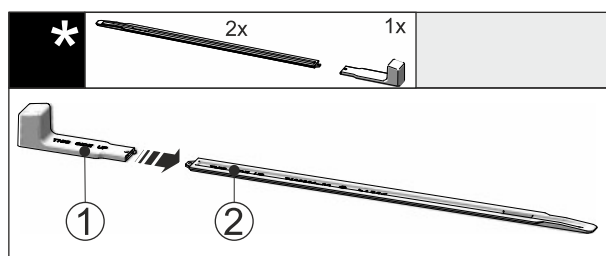

Fig. 51
- Inserire l'impugnatura di montaggio Fig. 51 (1) sulla guida di livellamento Fig. 51 (2).